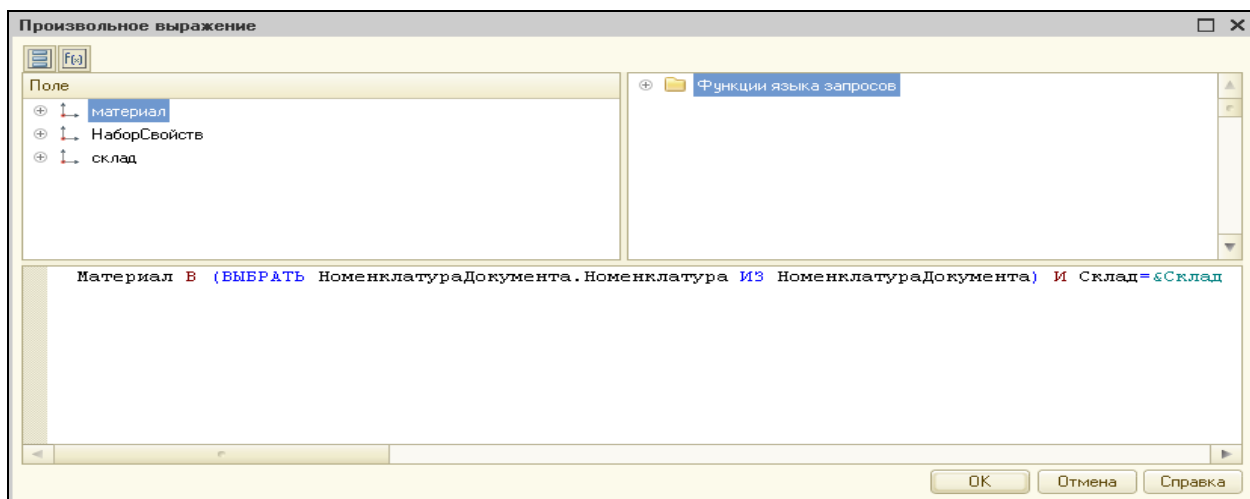

Рисунок 5.21 Условие виртуальной таблицы
5. Задать параметры этой таблицы, нажав на кнопку Параметры виртуальной таблицы. Заполнить параметр Условие (рис. 5.21). Нажать ОК.